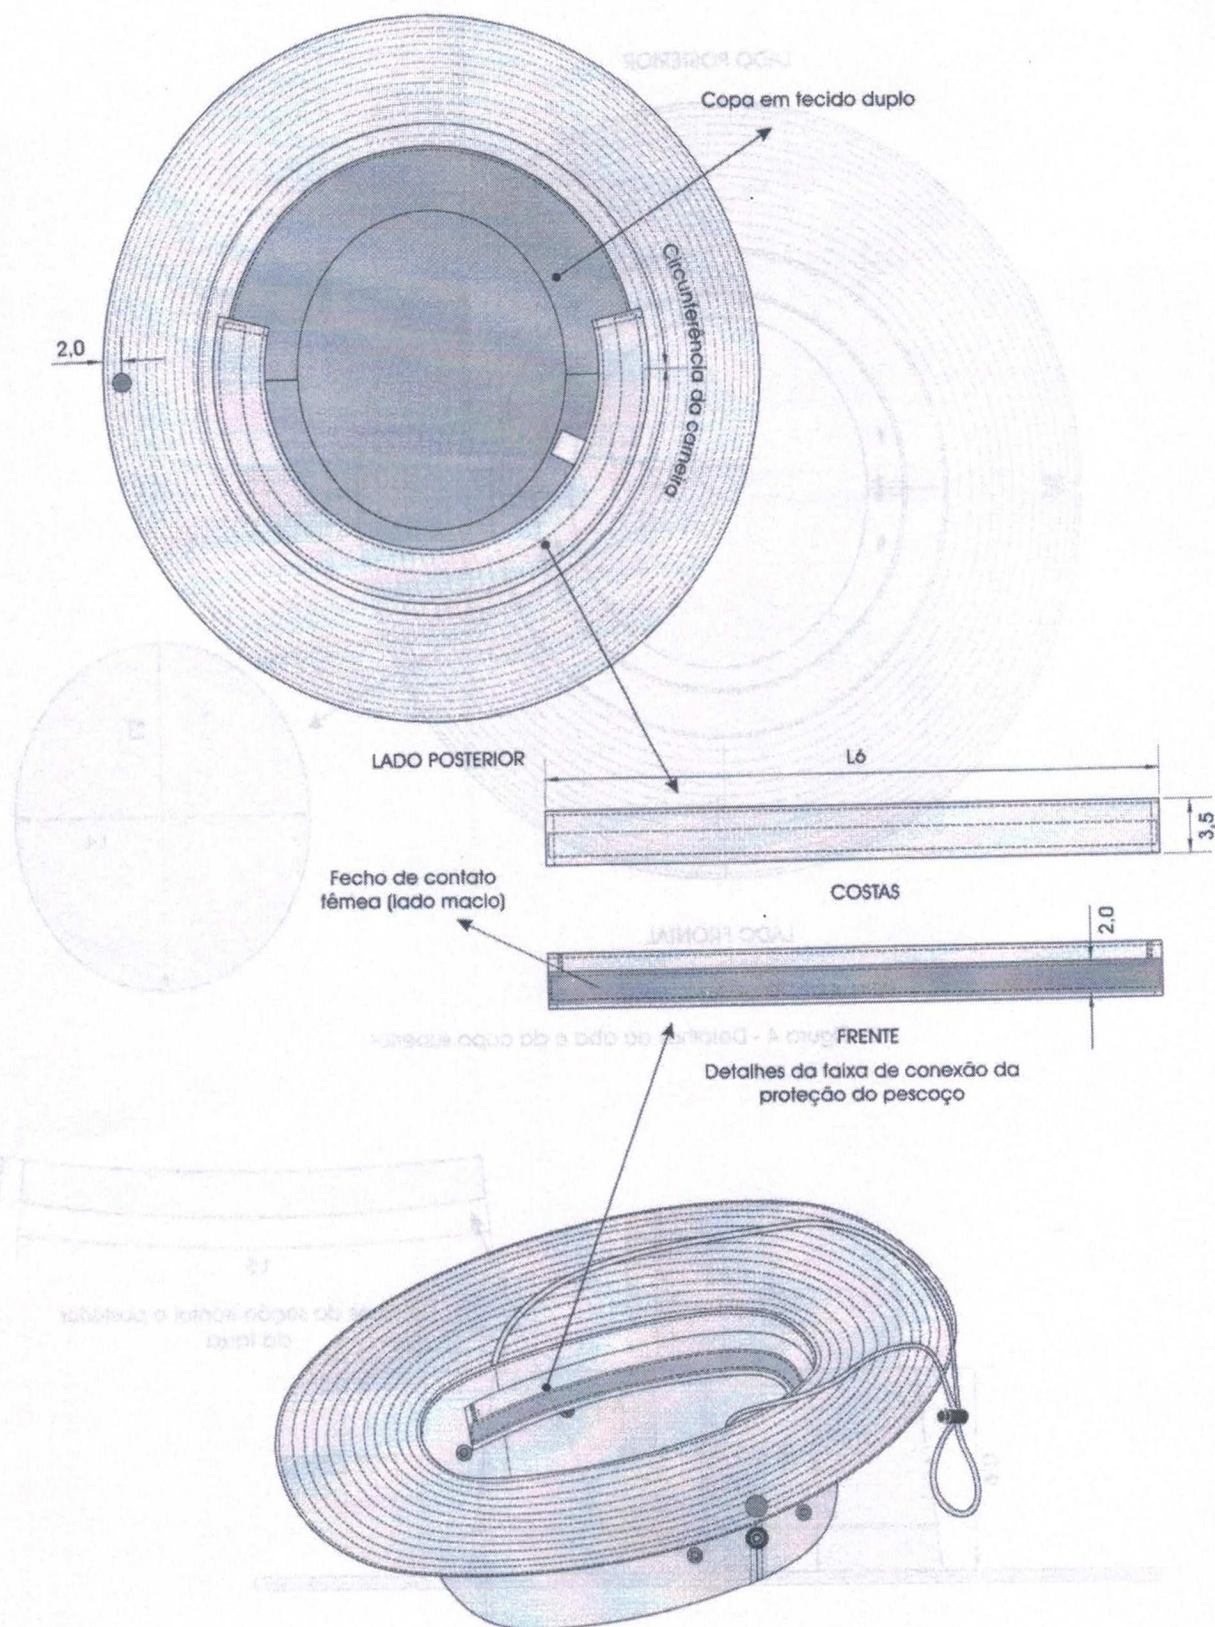

Figura 6 - Detalhes da carneira e da faixa de conexão da proteção do pescoço
4.1.6 Face interna da copa na parte posterior é aplicado no limite inferior da copa uma faixa no mesmo tecido medindo 3,5 cm de largura com comprimento variável L6 e sobre essa faixa é aplicado uma tira de fecho de contato fêmea (lado macio) medindo 2,0 cm de largura para a conexão da proteção do pescoço (ver figura 6);
4.1.8 Proteção para o pescoço confeccionada no mesmo tecido do chapéu com largura total variável L7 e comprimento total de 33,0 cm e acabamento em viés em toda a borda medindo 0,8 cm de largura. Fechos de contato macho e fêmea medindo 5,0 cm de largura por 5,0 cm de comprimento aplicadas nas extremidades pontas para o fechamento da peça e fecho de contato macho (lado áspero) medindo 2,0 cm de largura aplicado no limite superior da proteção, para conexão com a carneira (ver figura 6 e 7);
9.4 Etiqueta de identificação e conservação da peça, (figura 11), inserida internamente na costura de união da carneira com a aba, na direção da costura de união da carneira (ver figura 6);